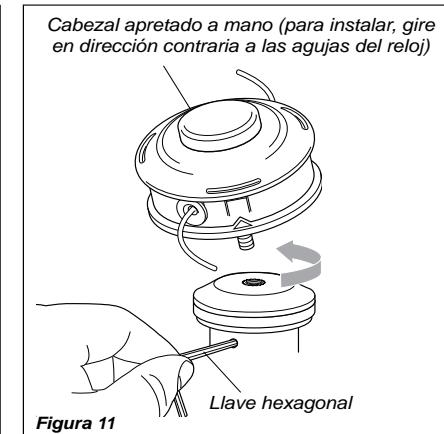

Figura 11
3. Usando la llave hexagonal para asegurar el Sujetador A, instale y apriete con la mano el cabezal (para instalar, gire en dirección contraria a las agujas del reloj). Consulte la figura 11.